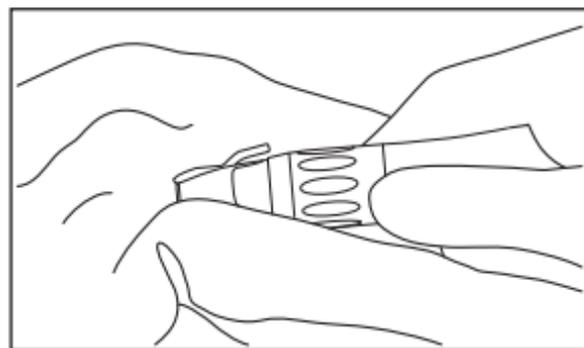

Fig. 12
2) Limpe o exterior do instrumento com um pano húmido com desinfetante ou álcool desinfetante com uma concentração de 60-90% (Fig. 12).